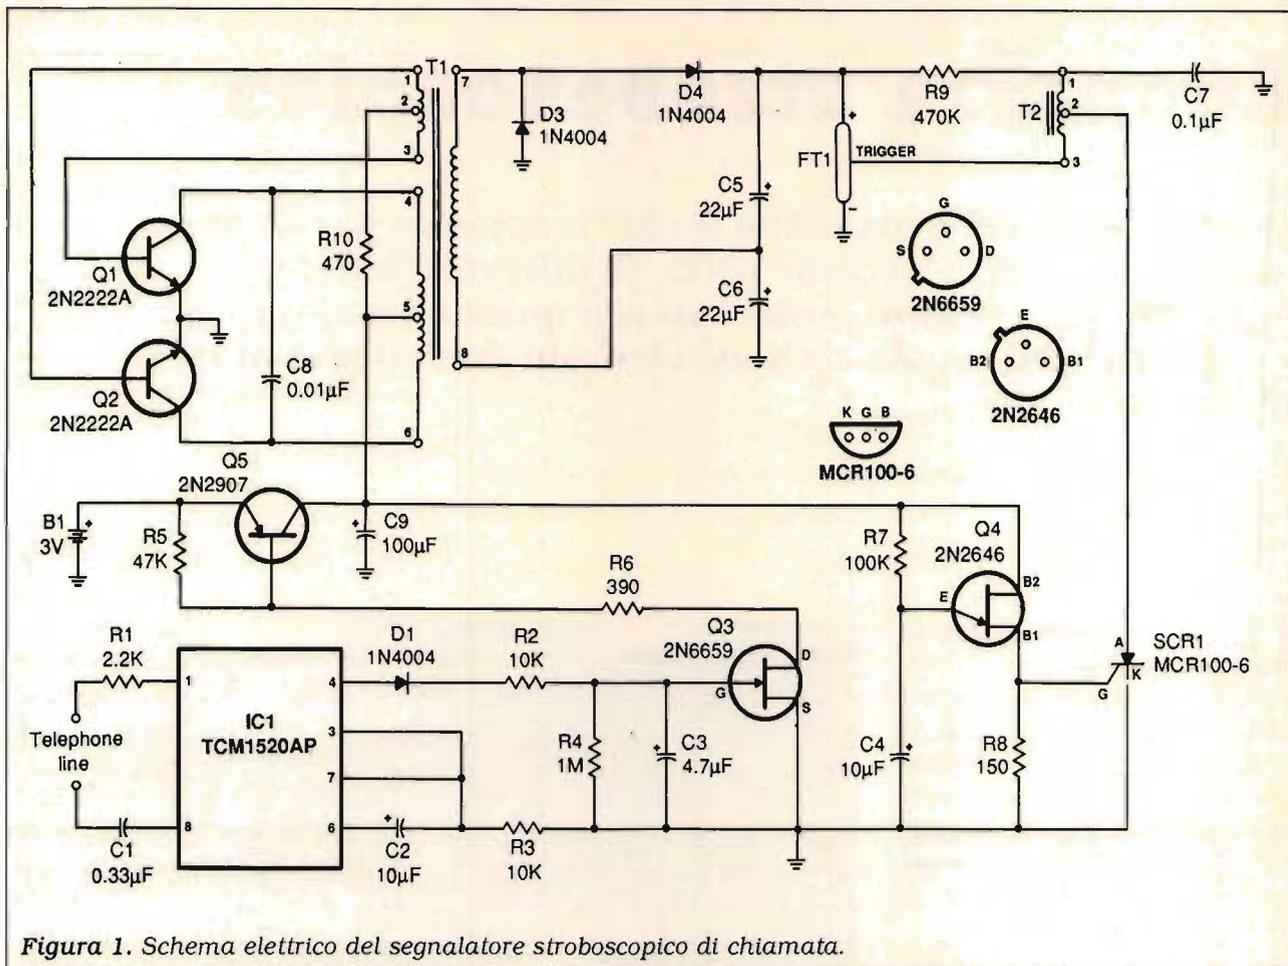

Figura 1. Schema elettrico del segnalatore stroboscopico di chiamata.
In **figura 1** si osserva uno schema del flusso di dati fra 2 dispositivi MIDI. I dati vengono convertiti in dati seriali dal microprocessore di comando, e poi provvisoriamente immagazzinati in un convertitore esadecimale, IC 1. Questa operazione isola i componenti interni, allo scopo di evitare sovraccarichi e corto circuiti esterni, mentre l'IC 1 può fornire un'adeguata corrente d'uscita. La resistenza R1 limita tale corrente in uscita dal convertitore e serve anche a proteggere quest'ultimo dai corto circuiti e da eccessive tensioni che potrebbero essere dovute a errori di cablaggio.
I piedini 4 e 5 sono collegati all'elemento di accoppiamento, come illustrato in **figura 1**. Il piedino 2 collega il cavo di protezione alla massa dello strumento che trasmette i dati, per evitare loop di terra.
L'applicazione più semplice è stata illustrata in **figura 1**, dove uno strumento principale controlla uno strumento subordinato. I suoni combinati risultano più armonici e complessi di quanto potrebbero esserlo con l'uso del solo strumento. Molti suoni impiegati nella musica moderna sono prodotti con questo metodo, detto anche di "stratificazione".
**U**n circuito semplice ed economico consente di aggiungere alla suoneria — spesso difficile da sentire, specie negli ambienti rumorosi — un avvisatore ottico, costituito nientemeno che da una lampada lampeggiante allo xenon, del tipo largamente usato nelle discoteche: lo schema è in **figura 1**.